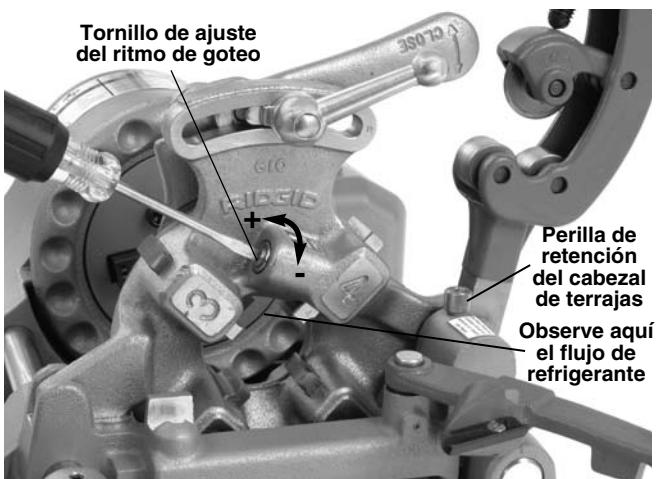

Figura 7 – Ajuste del ritmo de goteo del refrigerante
- Baje el cabezal de terrajas a la posición de roscado. Oprima y mantenga oprimido el pedal del interruptor de pie: observe como fluye el refrigerante entre las terrajas 3 y 4 en el cabezal de terrajas (vea la Figura 7). Es posible que, si el cabezal de terrajas no estuvo puesto en la máquina o ha estado sin uso por un largo tiempo, el flujo del refrigerante tarde unos 10 segundos en comenzar. El refrigerante debe gotear a un ritmo de 1 gota por segundo. Si el ritmo de goteo es demasiado rápido, se desperdicia refrigerante. Un ritmo excesivamente lento puede causar desportilladuras en las terrajas, roscas de mala calidad y temperaturas excesivas durante el labrado de una rosca.
- Para ajustar el ritmo de goteo, mientras oprime el interruptor de pie, vágase de un desatornillador de paleta plana para girar el tornillo de ajuste en el cabezal de terrajas (vea la Figura 7). Si se gira el tornillo de ajuste hacia la derecha, disminuye el ritmo de goteo del refrigerante. El giro hacia la izquierda lo aumenta.
1. Con la máquina desenchufada, gire la perilla de retención del cabezal de terrajas (*Figura 7*) hacia la izquierda para soltar el poste del cabezal.